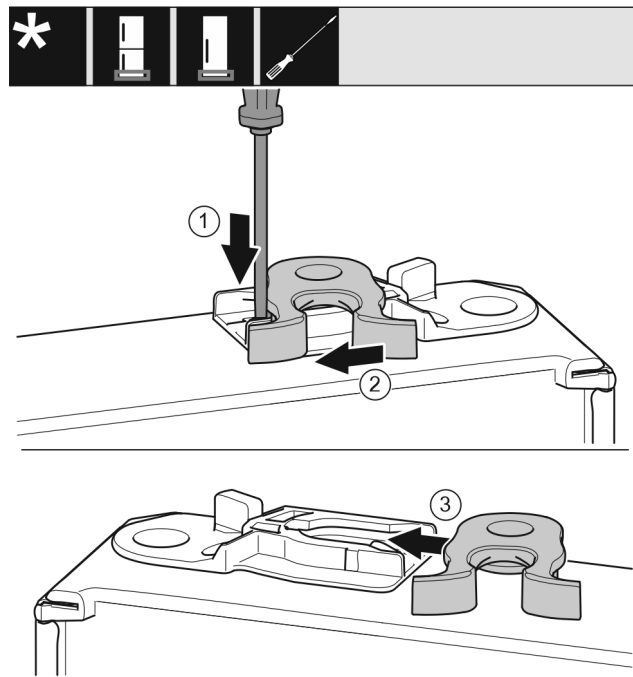

Fig. 24 \*
- ▶ Lasche Fig. 24 (1) mit Schlitzschraubendreher nach unten drücken.\*
- ▶ Schließhaken Fig. 24 (2) aus Führung ziehen.\*
- ▶ Schließhaken Fig. 24 (3) auf anderer Seite in Führung schieben.\*